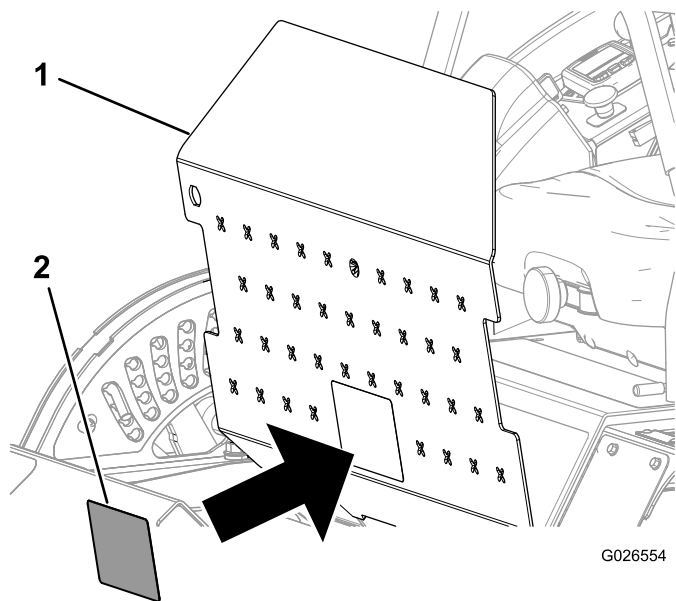

Figura 7
5. Abra la chapa de suelo (Figura 7).
6. Fije la pegatina nueva de enrutado de la correa sobre la pegatina existente (Figura 7).